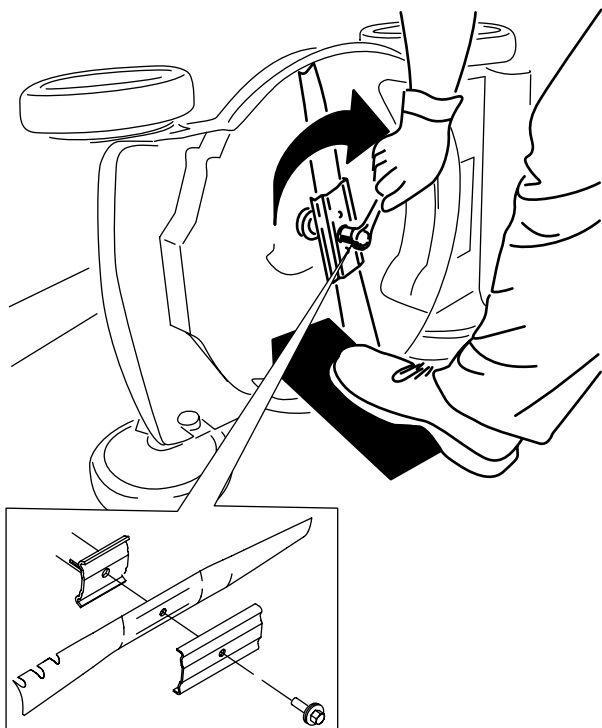

Figura 26
4. Instale lâmina nova e todo o equipamento de montagem (Figura 26).